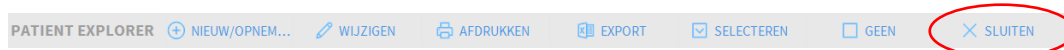

Fig 123
De toets **Sluiten** (Fig 123) maakt het mogelijk om het weergegeven scherm te sluiten.
- Klik op de toets **Sluiten** op de pagina (Fig 123 B).